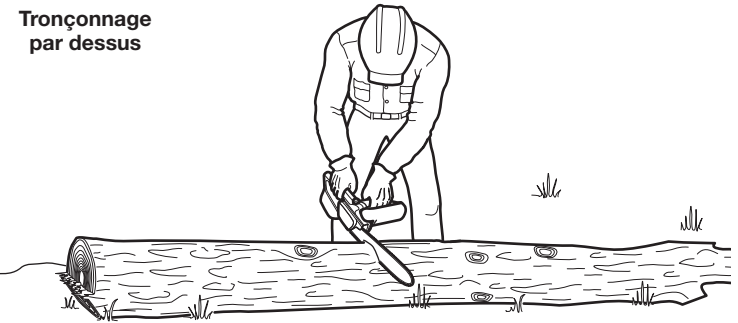

Fig. 31
Lorsque les bûches sont soutenues sur toute la longueur, des précautions supplémentaires doivent être prises pour s'assurer que la chaîne ne touchera pas au sol ou à une autre structure de soutien (Fig. 31).
1. Commencez à couper par le haut, avec le bas de la chaîne de la tronçonneuse contre le dessus de la bûche (Fig. 31).